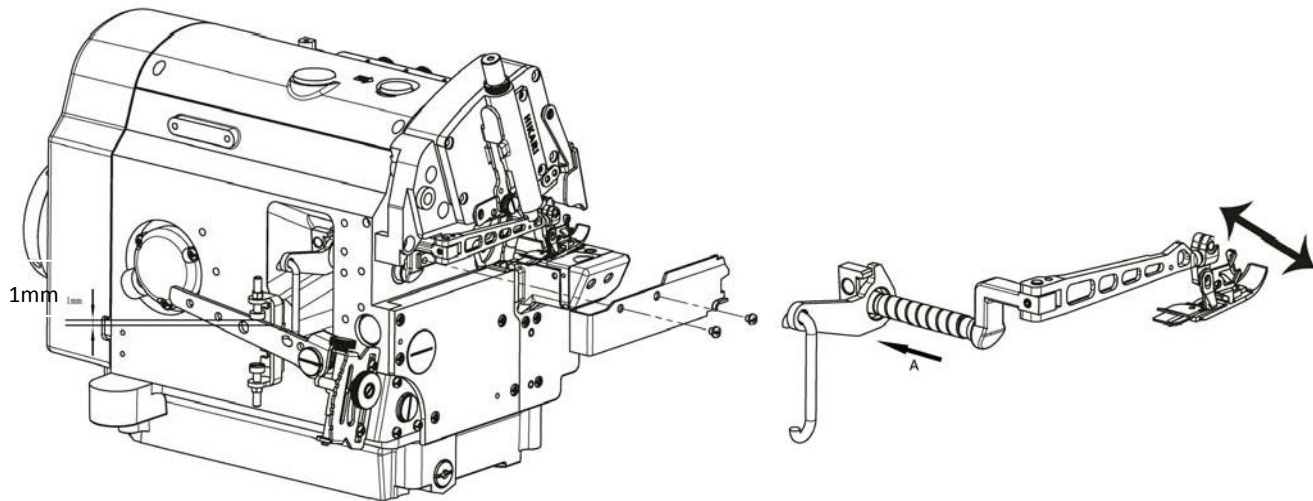
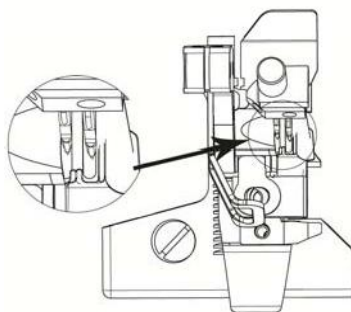

图 28
图 29
3. 确认压脚的针槽与针板是否一致。若不一致，请松开固定压脚轴套螺丝，左右转动抬压脚臂并进行调节。调节完以后，请拧紧螺丝。（图 28、图 29）